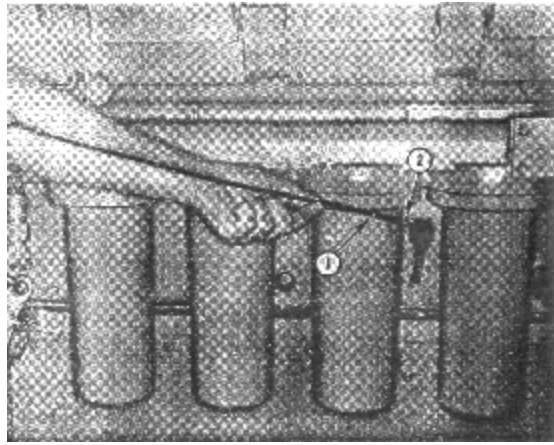

Рис. 2-1 (K21901) Проверка уровня масла
1. Проверьте уровень масла маслоштоком в отверстии, расположенном на двигателе. Рис.2-1. Уровень масла нужно проверять только примерно через 15 минут после остановки двигателя.